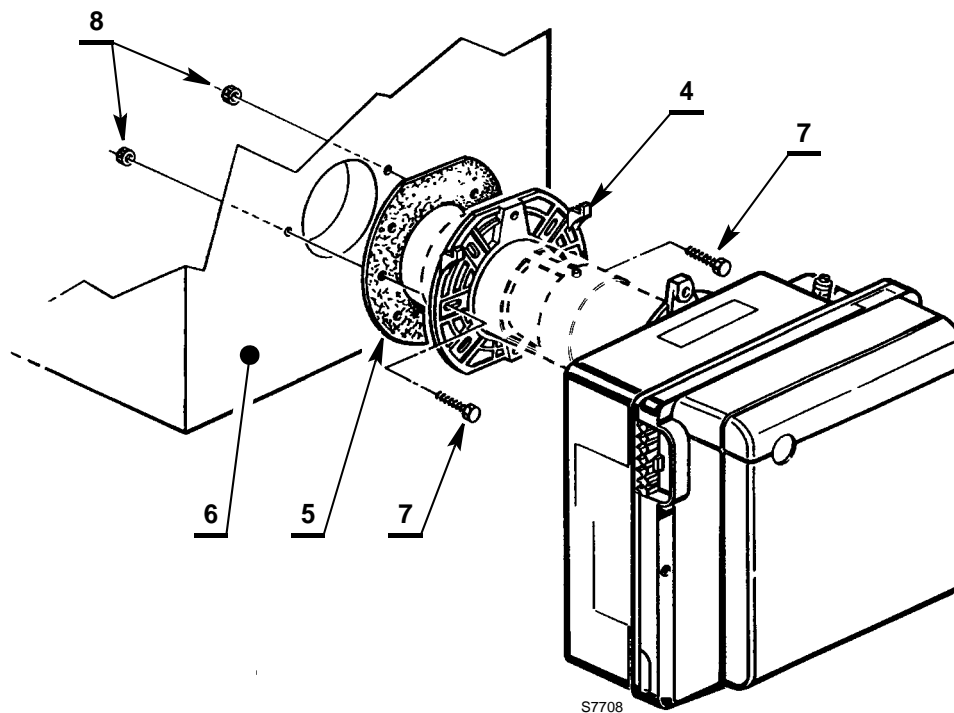

Fig. 8
- Fijar a la puerta de la caldera 6) (Fig. 8) la brida 4) con los tornillos 7) y (si es necesario) las tuercas 8) interponiendo la junta aislante 5).